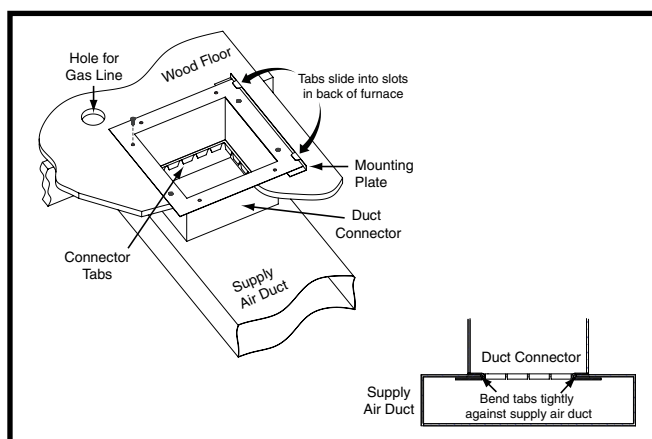

Figure 11. Raccord de conduit à languettes
3. Retirez le raccord de conduit et découpez la zone marquée du conduit d'alimentation en air 1/16 po plus large que le trait dessiné. Voyez la Figure 11 (page 16).
5. Installez la plaque de montage (Figure 11) sous la surface arrière du raccord de conduit. Alignez les trous pour vis dans les deux composantes.
7. Pliez les languettes inférieures du raccord de conduit vers le haut et serrez-les le plus possible contre le conduit d'alimentation en air. Voyez la Figure 11.